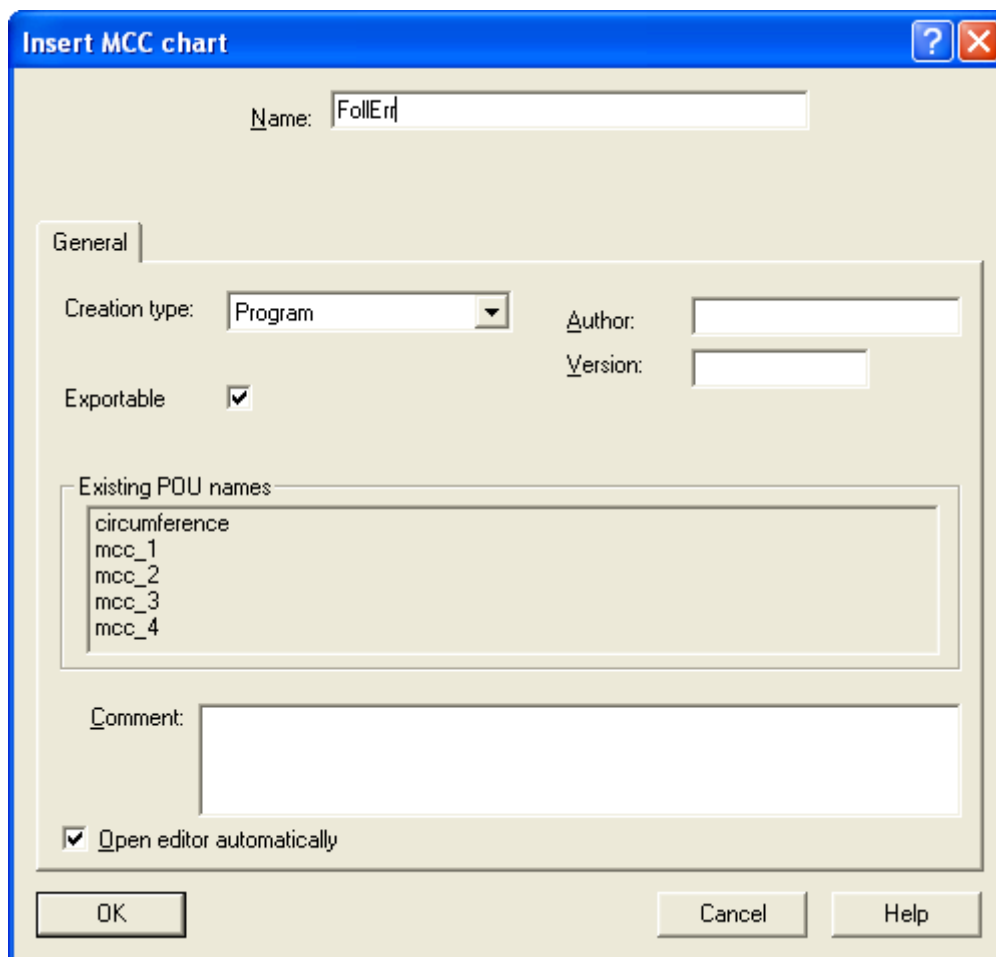

图 4.29 新建 FB
(1) 插入一个 MCC Chart，将其命名为 FollErr，在 Creation Type 栏中选择 Function block。如图 4.29 所示。